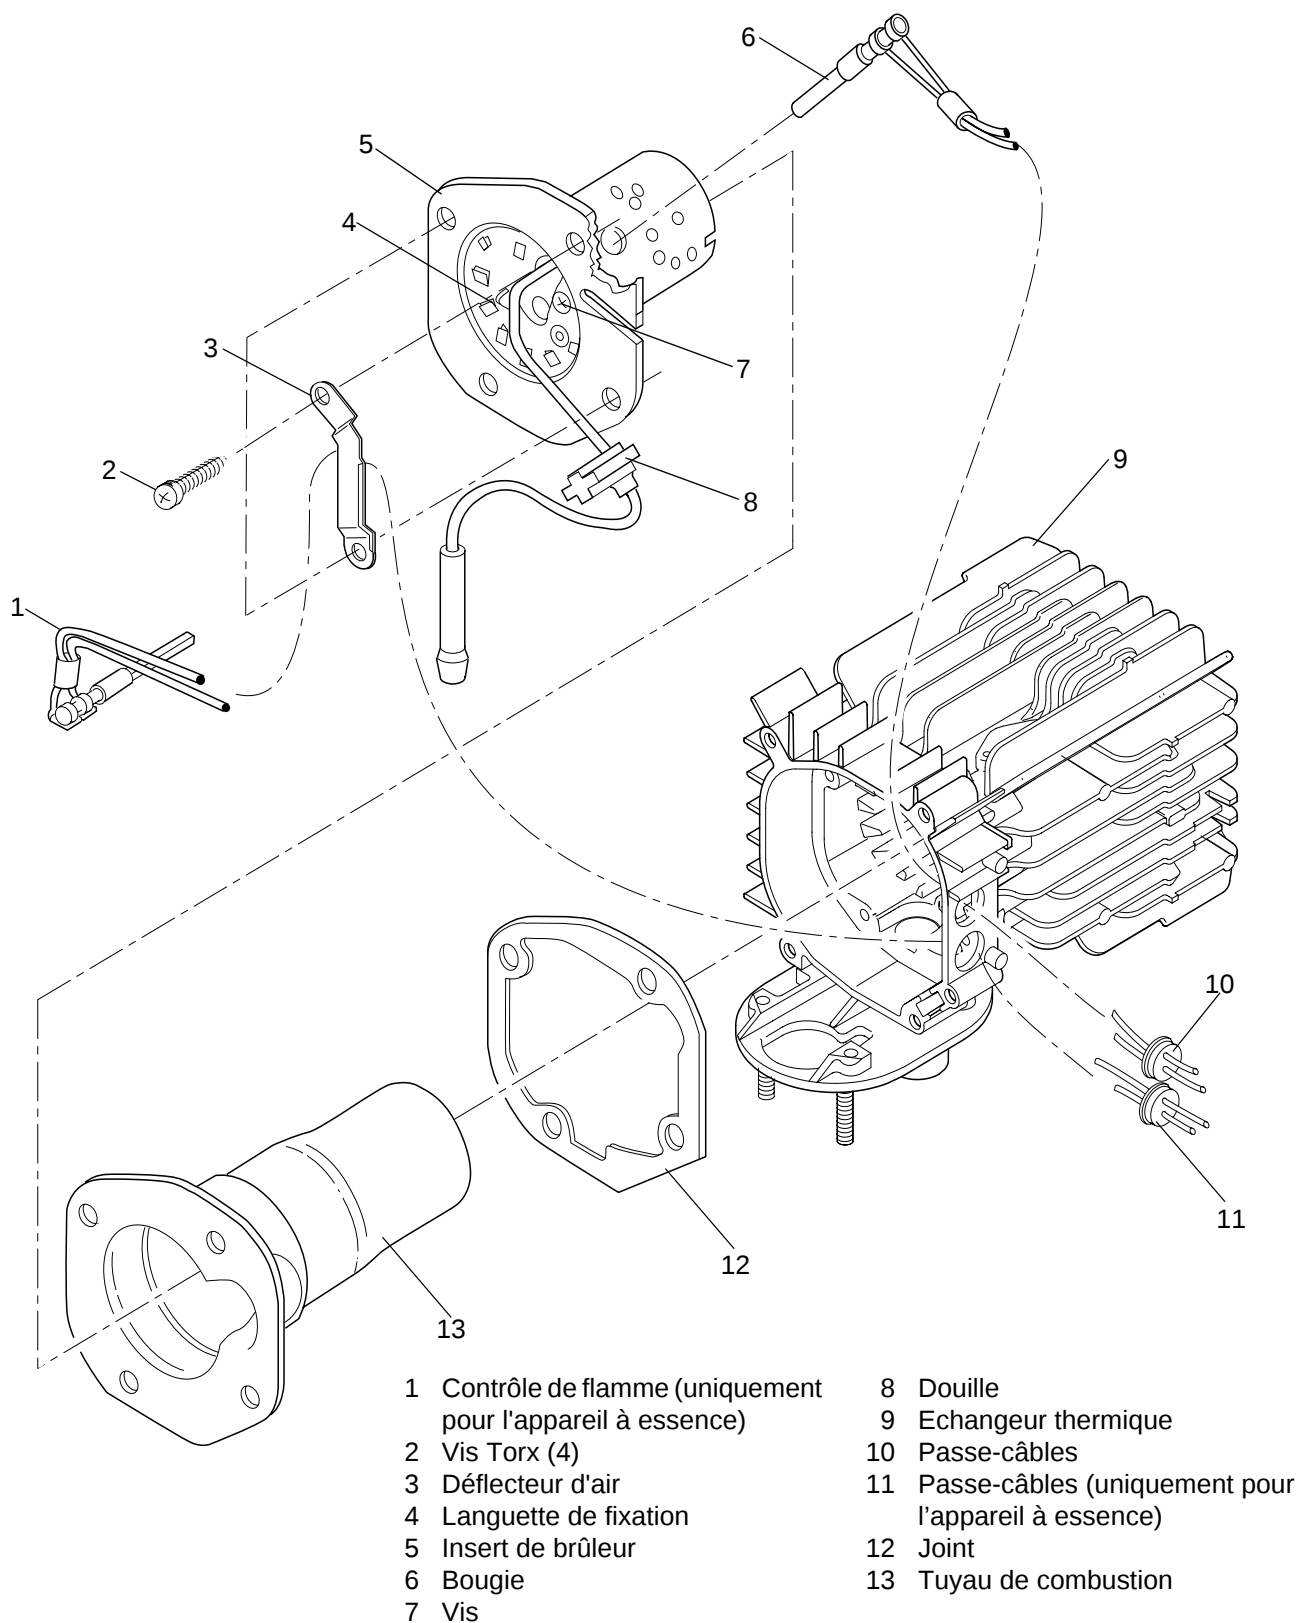

Figure 903, Remplacement de la bougie, du contrôle de flamme, de l'insert de brûleur et de l'échangeur thermique
5. Retirez 2 vis (2, figure 903) et le déflecteur d'air (3).
6. Extraire le passe-câbles (11) du câble de connexion du contrôle de flamme de l'échangeur thermique (9) en pressant vers l'intérieur.
7. Couder la languette de fixation (4) avec précaution et retirer le contrôle de flamme (1) de l'insert de brûleur.
1. Faire glisser le contrôle de flamme (1, figure 903) sous la conduite de carburant, faire passer la fiche par le trou de l'échangeur thermique (9) et enfoncer le passe-câbles par l'avant dans l'échangeur thermique (9).
2. Faire passer la câble avec sa protection par la languette de fixation (4) et insérer le contrôle de flamme (1) dans l'insert de brûleur (5).
3. Appuyer de nouveau sur la languette de fixation (4).
4. Fixer le déflecteur d'air (3) à l'aide de vis (2).
5. Serrer les vis (2) à $6 \pm 0,6$ Nm.
1. Insérer un nouveau joint (12, figure 903) dans l'échangeur thermique (9) et placer le tuyau de combustion (13) en position de montage.
2. Vérifier que le trou d'air de départ est libre dans l'insert de brûleur (5).
8. Retirez l'insert de brûleur (5, figure 903).
9. Retirez le tuyau de combustion (13) et le joint (12) de l'échangeur thermique (9) et éliminez le joint (12).
1. Insérez un nouveau joint (12, figure 903) dans l'échangeur thermique (9) et placez le tuyau de combustion (13) en position de montage.